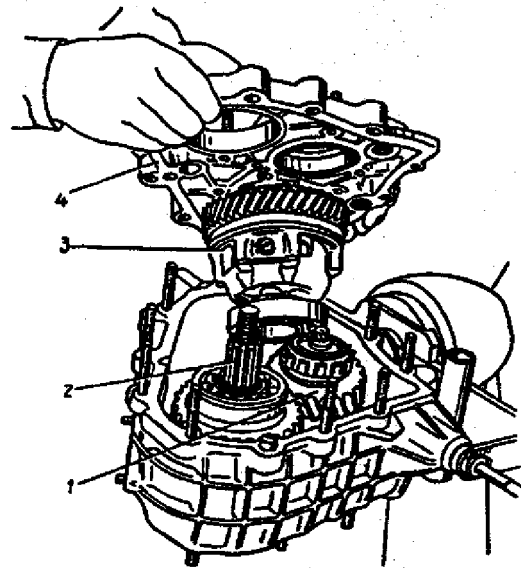

Fig. 3-34. Remoção da tampa dianteira: 1 - árvore intermediária; 2 - árvore de comando; 3 - caixa do diferencial; 4 - tampa dianteira.
13. Remover a tampa dianteira 4, juntamente com o conjunto do diferencial (fig. 3-34). Remover o anel de retenção do rolamento do conjunto do diferencial e remover o conjunto completo do diferencial e rolamentos.